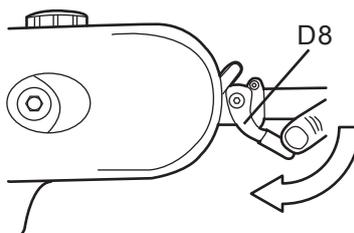

Fig. 21a
- Appuyer sur le levier de verrouillage (D8) et le maintenir en place (voir Fig. 21a).